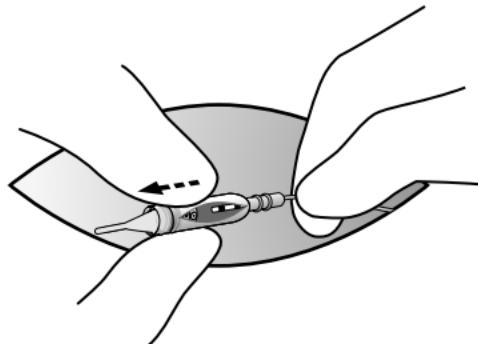

Figure 7. Retirez l'électrode du bloc connecteur à vis de fixation.
7. Stabilisez l'électrode et retirez-la délicatement du bloc connecteur à vis de fixation (Figure 7).